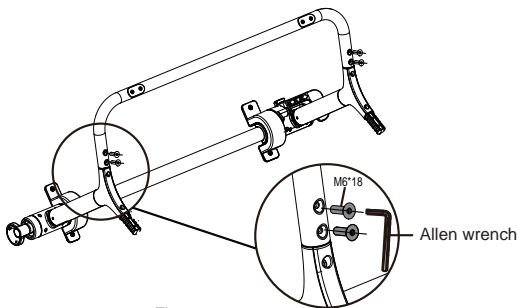

Figure 2
Step 3: Tighten the four M6*18 screws with an Allen wrench, as shown in Figure 2.
Шаг 3: Зафиксируйте нижнюю трубу (С) четырьмя болтами М6*18 при помощи ключа идущими в комплекте. См. рис. 2.